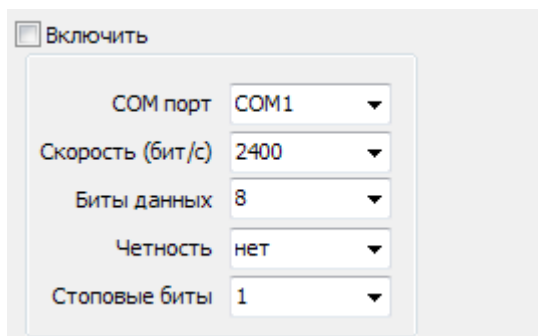
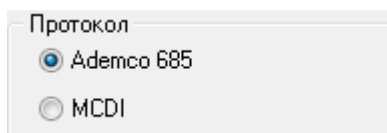

Рисунок 57
Рисунок 64
- в появившейся правой части окна введите параметры использования для данного COM-порта (Рисунок 57).
В дополнение к общим настройкам COM-порта (рисунок 57), указываются тестовые послылки для передачи (рисунок 60) и пауза между послылками.
В дополнение к общим настройкам COM-порта (рисунок 57), указываются тестовые послылки для передачи и «Телефон пульта» (рисунок 61).
В дополнение к общим настройкам COM-порта (рисунок 57), указываются (рисунок 62):
В дополнение к общим настройкам COM-порта (рисунок 57), указываются тестовые посылки для передачи (рисунок 63) и пауза между посылками в миллисекундах.
В дополнение к настройкам входящих и исходящих COM-портов (рисунок 57) требуется указать целевой протокол (рисунок 64).
Дополнительной настройкой является контроль работы станции и время таймаута контроля (рисунок 57). Если пропадёт связь станции с ПК и не восстановится за указанный промежуток времени, то пойдёт тревога о неисправности в программу PCN6. Тут же указывается период оповещения неисправности, которая будет отображаться в PCN6.
Дополнительной настройкой является контроль работы станции (модема) и время таймаута контроля (рисунок 57). Если пропадёт связь модема с ПК и не восстановится за указанный промежуток времени, то в программе PCN6 будет сгенерирована тревога о неисправности. Тут же указывается период оповещения неисправности, которая будет отображаться в PCN6.
На этот поток назначается COM-порт, к которому подключён GSM модем или мобильный телефон и задаются его настройки (рисунок 57).